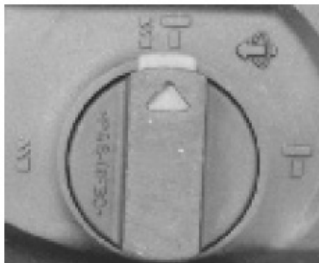

Fig. 5 – Posición para perforación con impacto
- En la perforación con impacto además del movimiento de rotación del mandril el mismo realiza movimiento de impacto. Esta función es utilizada para perforación de concreto, piedras, etc. En esta función nunca debe ser utilizado asta adaptador, el accesorio debe ser montado directamente en el mandril SDS. Para seleccionar esta función el operador debe colocar el selector en la posición  (Fig. 5).